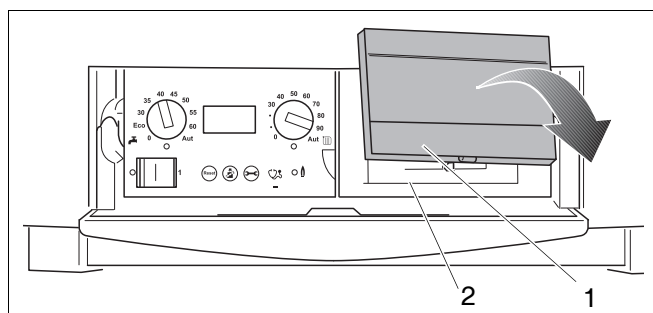

Fig. 25 Rimuovere la copertura e montare la unità di servizio ambiente nella caldaia
- Rimuovere la copertura (fig. 25, pos. 1)
- Montare RC35 nell'alloggiamento (fig. 25, pos. 2).